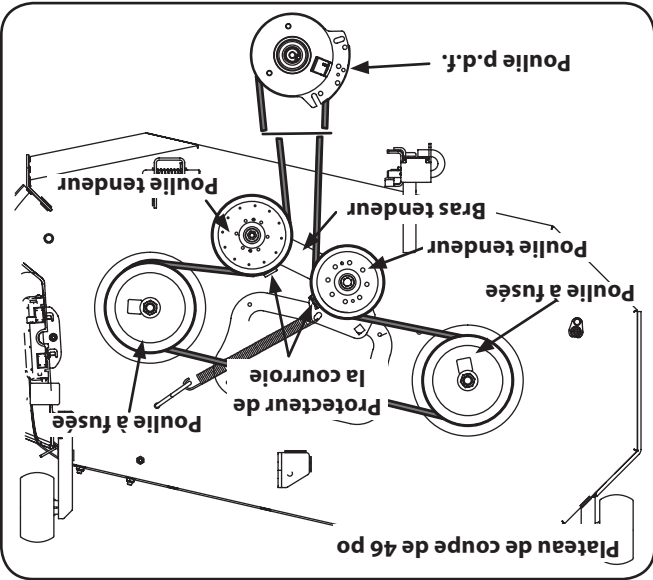

Figure 7-9
6. Faites passer la courroie comme la Figure 7-9 le montre,